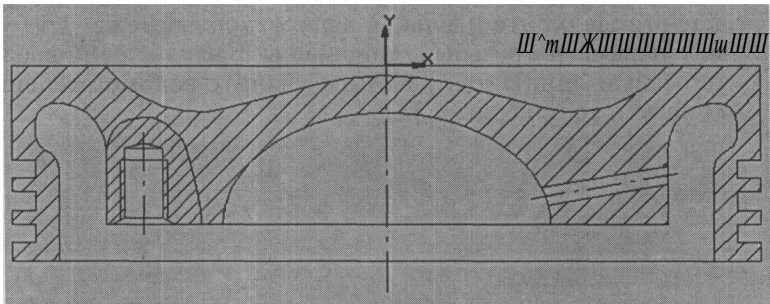

Рис. 4.55
11. Штриховка. На панели управления нажмите кнопку **fi** (**Показать все**), а на инструментальной панели - кнопку **Я** (**Штриховка**). В строке параметров в окне **st** (поле **Шаг штриховки**) введите 2 и нажмите клавишу **Enter**, а в окне **an** (поле **Угол наклона штриховки**) введите 45 и снова нажмите **Enter**. Убедитесь, что вид штриховки соответствует металлу. После этого установите курсор внутрь области местного обрыва, щелкните мышью и нажмите кнопку **jd** (**Создать объект**). Штриховка местного обрыва построена. Установите другие параметры штриховки: **Шаг штриховки 3**, **Угол наклона 45**. Щелкните мышью в местах предполагаемой штриховки и нажмите кнопку **^d** (**Создать объект**). Геометрическое построение закончено (рис. 4.55).